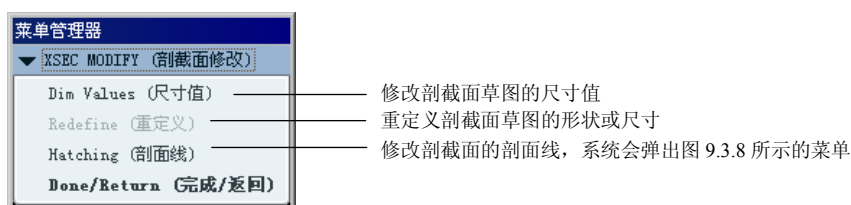

图 9.3.7 “剖截面修改”菜单
(1) 在剖面操作界面中, 选取要修改的剖截面名称 section1, 然后选择 **编辑** → **剖面线** 命令。
(2) 在图 9.3.7 所示的 **XSEC MODIFY (剖面修改)** 菜单中, 选择 **剖面线** 命令。